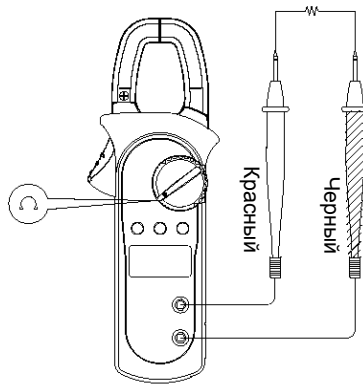

Рисунок 4
B. Измерение сопротивления (см. рисунок 4)